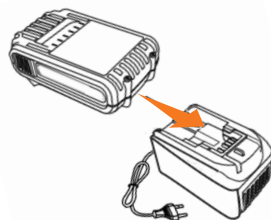

Рис. 2
- Вставьте вилку зарядного устройства в розетку электрической сети 230В. Индикатор на зарядном устройстве загорится зеленым светом (Рис. 2)